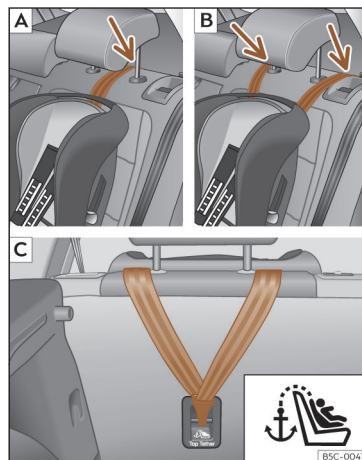
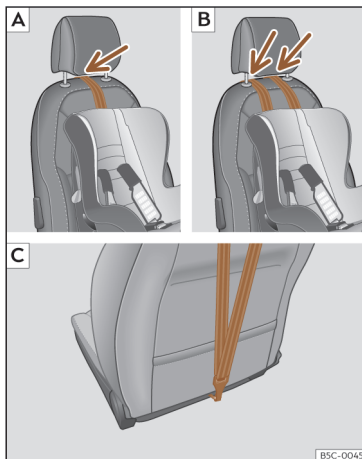

Fig. 33 Bancos traseiros: ajuste e montagem em função do cinto Top Tether.
Fig. 34 Banco dianteiro do passageiro: ajuste e montagem em função do cinto Top Tether.
pria cadeira, levante ou retire o encosto de cabeça se for necessário)»» **Fig. 33** [A]/[B], »» **Fig. 34** [A]/[B].
- Deslize a correia e fixe-a corretamente com a fixação da parte posterior do encosto »» **Fig. 33** [C], »» **Fig. 34** [C].